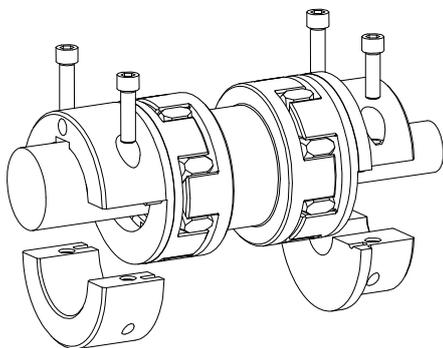

Рис. 16: монтаж смонтированной части муфты и съёмные части зажимных ступиц на валах
- Установите смонтированную часть муфты и съёмные части зажимных ступиц на валах ведущей и ведомой стороны и закрепите зажимными винтами (см. рис. 16).